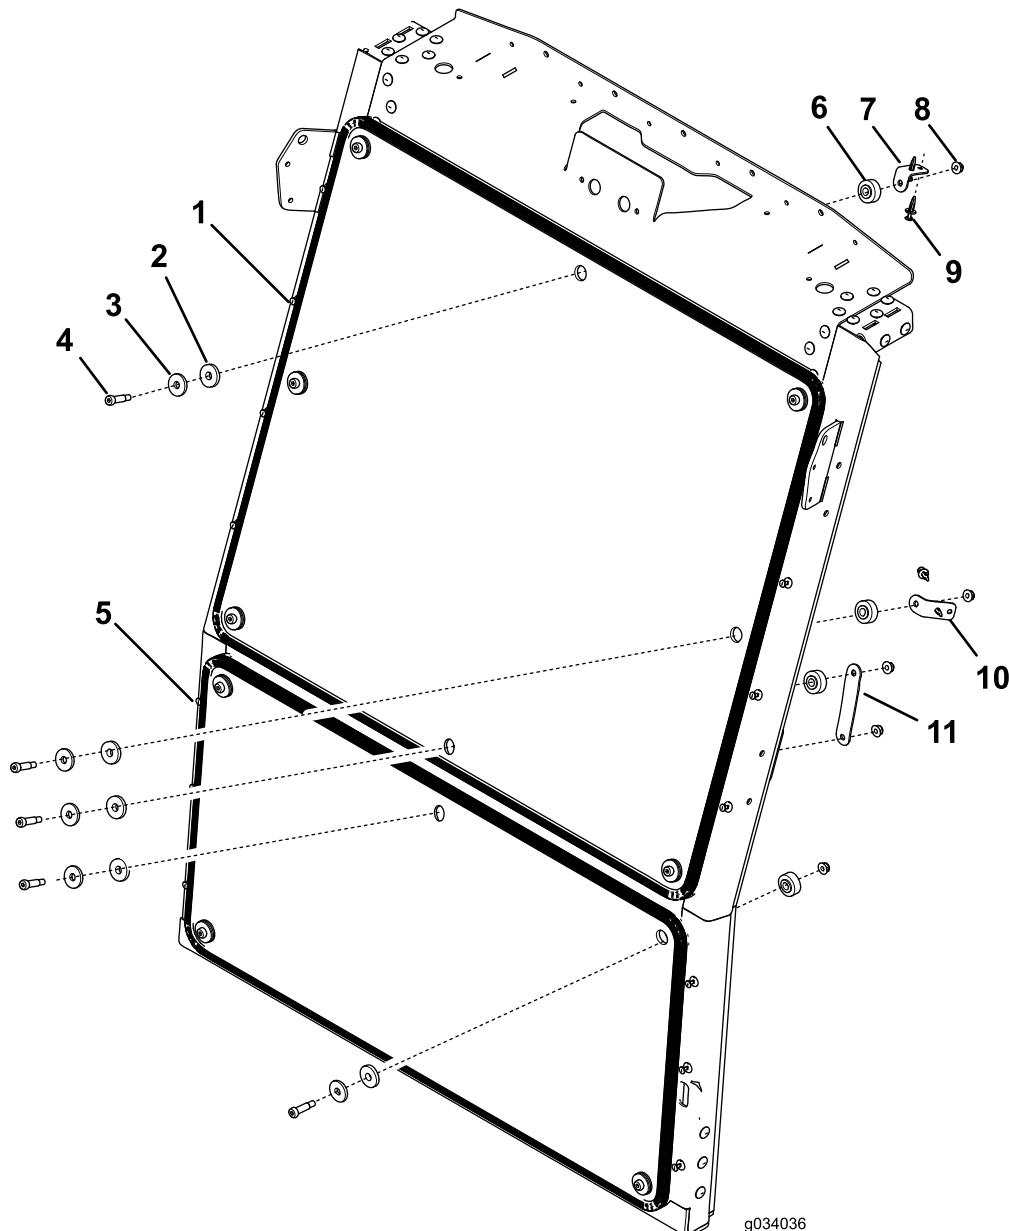
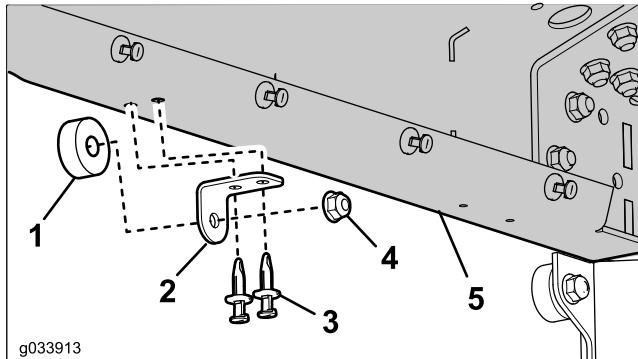

Figura 1
Figura 2
2. Posizionate il parabrezza inferiore e allineatelo ai fori di montaggio (Figura 1).
3. Fissate gli angoli del parabrezza inferiore al telaio con la bulloneria, come illustrato nella Figura 1.
4. Posizionate il parabrezza superiore e allineatelo ai fori di montaggio (Figura 1).
5. Fissate gli angoli del parabrezza superiore al telaio con la bulloneria, come illustrato nella Figura 1.
6. Fissate i lati del parabrezza superiore con la bulloneria, come illustrato nella Figura 1.
7. Fissate la parte centrale superiore del parabrezza superiore con la bulloneria, come illustrato nella Figura 1 e nella Figura 2.
- 3. Rivetto in plastica (2)
8. Fissate la parte centrale inferiore del parabrezza superiore e la parte centrale superiore del parabrezza inferiore con la doppia linguetta e l'altra bulloneria, come illustrato nella Figura 1.